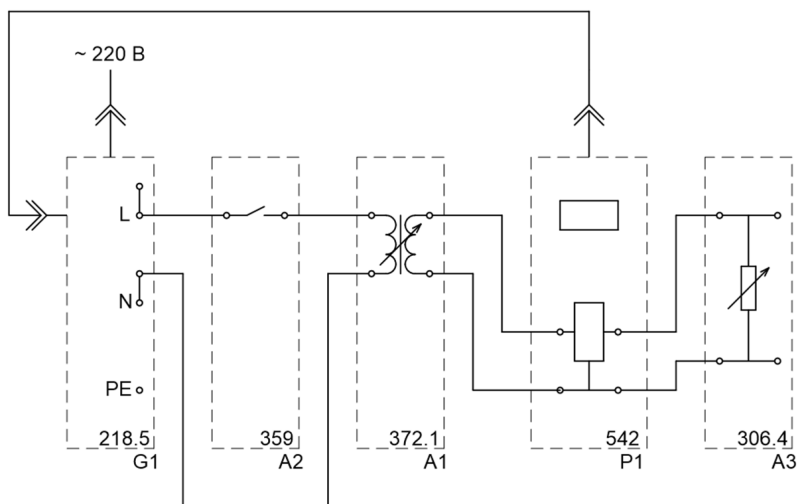

Рис. 1.1. Схема для снятия статической характеристики мощности по напряжению резистивной нагрузки
Электрическая схема соединений представлена на рис. 1.1. Она состоит из однофазного источника питания G1 (218.5); автоматического однополюсного выключателя A2 (359); однофазного трансформатора A1 (372.1); измерителя параметров однофазной сети P1 (542); активной нагрузки A3 (306.4).
3. Соедините аппаратуру в соответствии со схемой электрических соединений, приведенной на рис. 1.1.